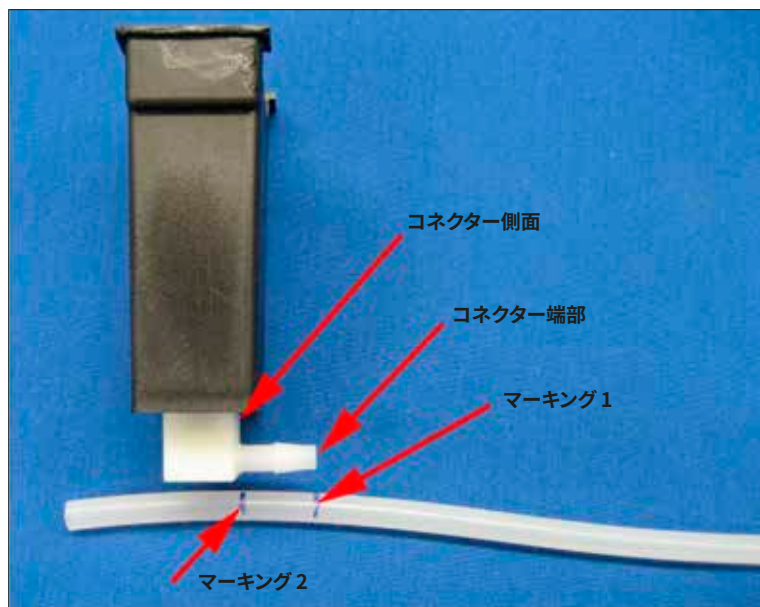

図 25
- マーキング 1 をコネクタ端部に合わせ、コネクタ側面の位置を示す 2 つ目の印（マーキング 2）を付けます（図 25）。